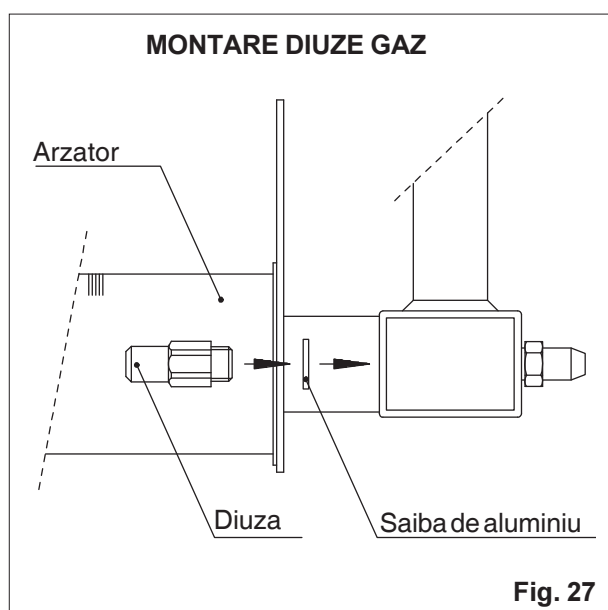

Fig. 27
- Modelul 85 este echipat cu doua arzatoare montate in pozitie opusa, unul fata de altul (vezi desenele explodate). Pentru a avea acces la al doilea arzator, este nevoie sa se deschida capacul din partea stanga a echipamentului. Operatiunile de inlocuire a diuzelor arzatorului sunt similare cu cele de pe oricare alt model *fig. 27*.
noile garnituri si strangandu-le complet pentru a garanta etanseitatea *fig. 27*
- modelul 85 este echipat cu doua arzatoare, montate in pozitie opusa, unul fata de altul (vezi desenul explodat). Pentru a avea acces la al doilea arzator, este nevoie sa se deschida capacul din partea stanga a echipamentului. Operatiunile de inlocuire a diuzelor arzatorului sunt similare cu ale oricarui alt model (*fig. 27*).
- e) montați noile diuze, introducând și noile saibe de strângere din aluminiu, după care se strâng pentru a putea garanta etanșeitatea (fig. 27).